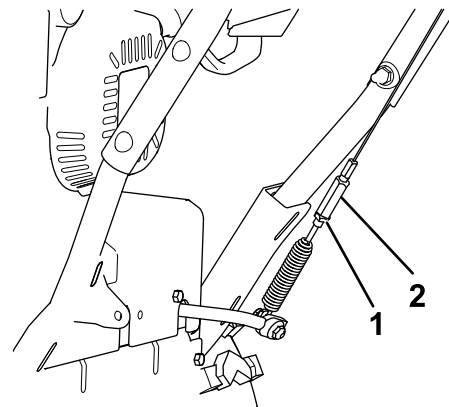

Figura 29
6. Slăbiți sau strângeți întinzătorul care reglează tensionarea cablului (Figura 29).